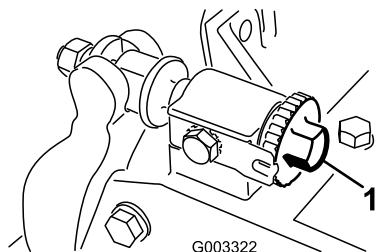

Figura 12
1. Coloque a unidade de corte numa superfície de trabalho plana e nivelada. Rode os parafusos de ajuste da barra de apoio no sentido contrário ao dos ponteiros do relógio para assegurar que a barra de apoio não entra em contacto com o cilindro (Figura 12).
Importante: Certifique-se de que as porcas nos parafusos da extremidade traseira da barra de apoio não estão apoiadas na superfície de trabalho (Figura 12).